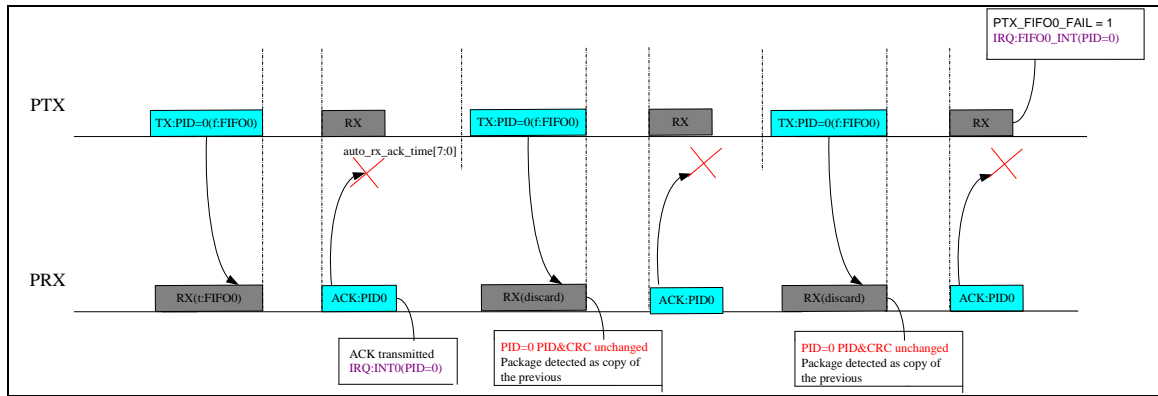

图 7-6 PTX 自动重传情况 3 中断示意图(重发超时，重发次数为 2)
- ◇ PTX 如果在 AUTO_RX_ACK_TIME 时间内没有成功接收到 PRX 发送的 ACK 信号，PTX 将自动重传上一个数据包。如重传次数超过设定次数 RE_TX_TIMES（MISC0 寄存器的 Bit11-Bit8），INT 寄存器中的 INTn 中断标志位与 FIFO 发送指示位 PTX_FIFO_n_FAIL（FIFO_nCTRL 寄存器的 Bit15）将同时置'1'指示发送失败（详见图 7-4 至图 7-6）。